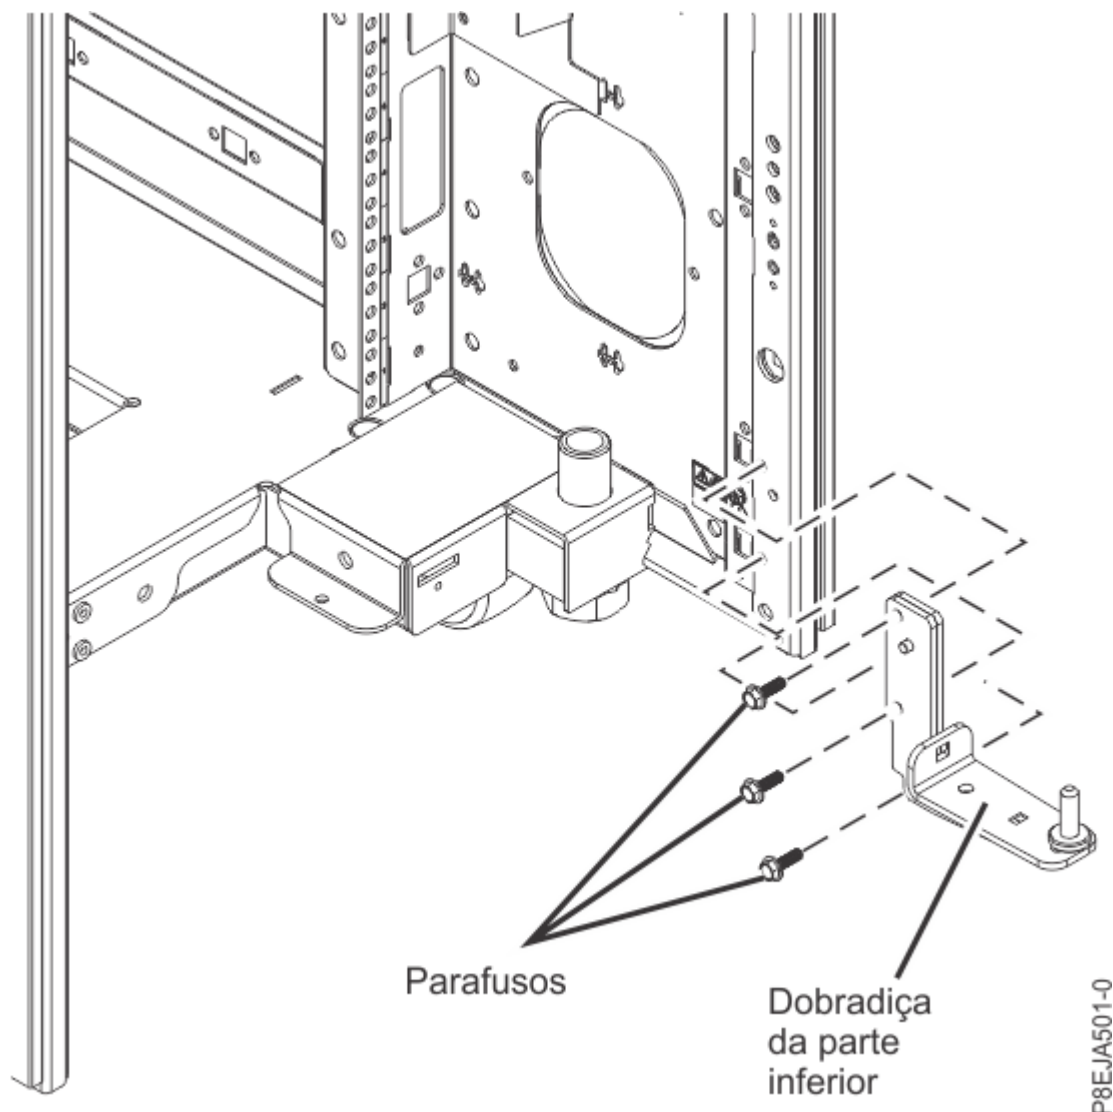

Figura 104. Instalando a dobradiça inferior
- a. Inclua três presilhas de encaixe M6 para o rack, conforme mostrado em Figura 104 na página 151.
- b. Instale a dobradiça inferior apertando os parafusos M6x20 superior e inferior (PN 01KL839), conforme mostrado em Figura 104 na página 151. Use uma chave de fenda de torque para apertar os parafusos a $2,5 \text{ Nm} \pm 0,2 \text{ Nm}$ ($22,1 \text{ polegada lbs} \pm 1,8 \text{ polegada lbs}$).